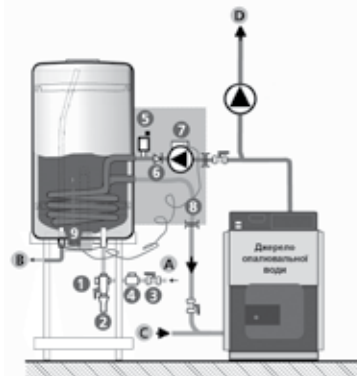

Рис. 6. Підключення бойлера
6.2. Підключення до системи водопостачання (рис. 6):
Підключення (рис. 6):
6.3. Підключення бойлера до тепловодної мережі (рис. 6)